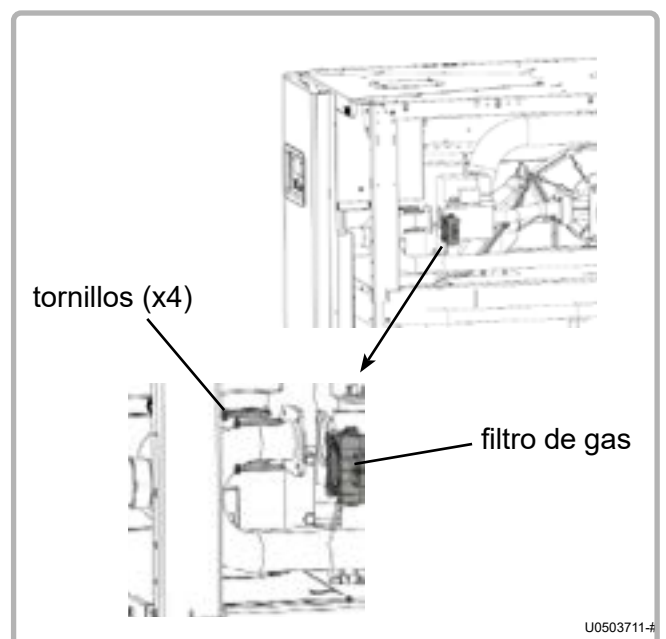

figura 45 - Filtro de gas en VARMAX 180 y 600
- Retire las juntas de su ranura y sustitúyalas por las nuevas juntas incluidas en el kit de mantenimiento (ver figura 45).